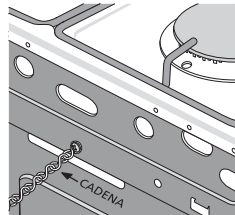

fig. 3
3. Enganche la cadena (**fig. 3**) al cancamo como se muestra en la **fig. 4**.